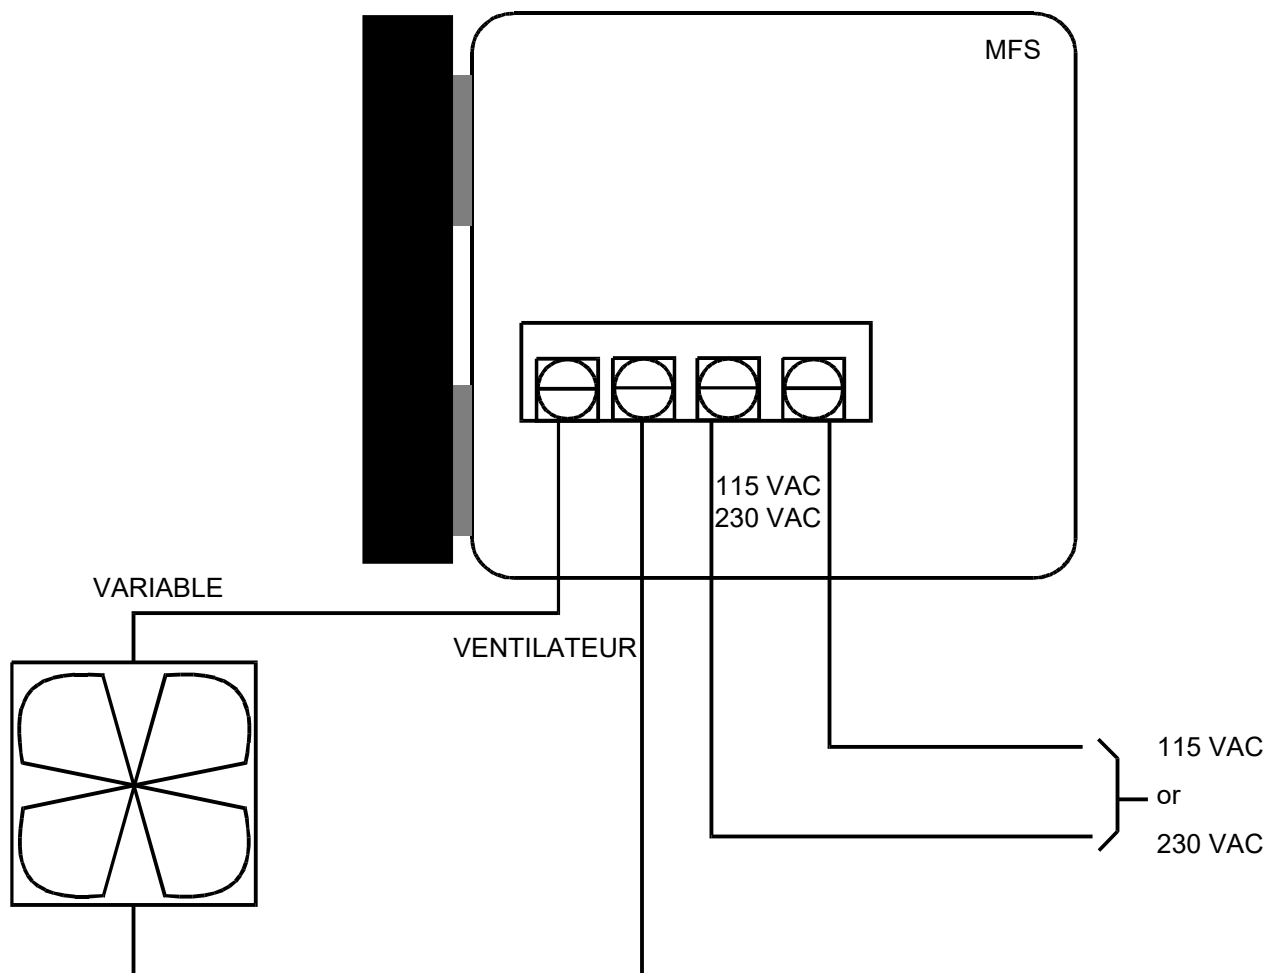

Figure 3: Branchement du MFS
- Faire les connexions telles qu'illustrées à la Figure 3.